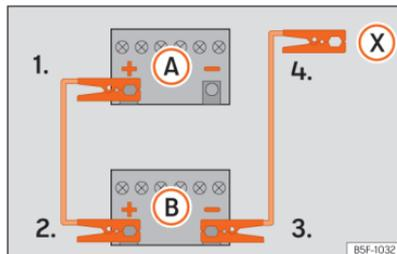

Abb. 210 Anschlussplan für Fahrzeuge ohne Start-Stopp-System.
2. Klemmen Sie ein Ende des roten Starthilfekabels an den Pluspol (+) des Fahrzeugs mit der entladenen Fahrzeugbatterie (A).
3. Klemmen Sie das andere Ende des roten Starthilfekabels an den Pluspol (+) des stromgebenden Fahrzeugs (B).
4. *Fahrzeuge ohne Start-Stopp-System:* Klemmen Sie ein Ende des schwarzen Starthilfekabels an den Minuspol (-) des stromgebenden Fahrzeugs (B) »» (Abb. 210).